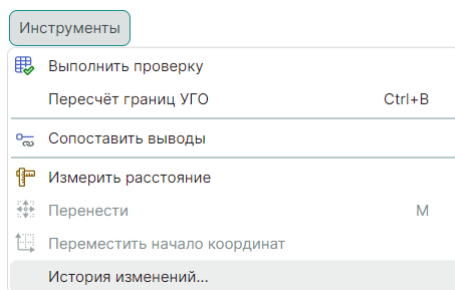

Рис. 333 Переход к истории изменения компонента из главного меню
- в главном меню программы при активном окне редактора компонента, выберите пункт «Инструменты» → «История изменений...», см. Рис. 333.